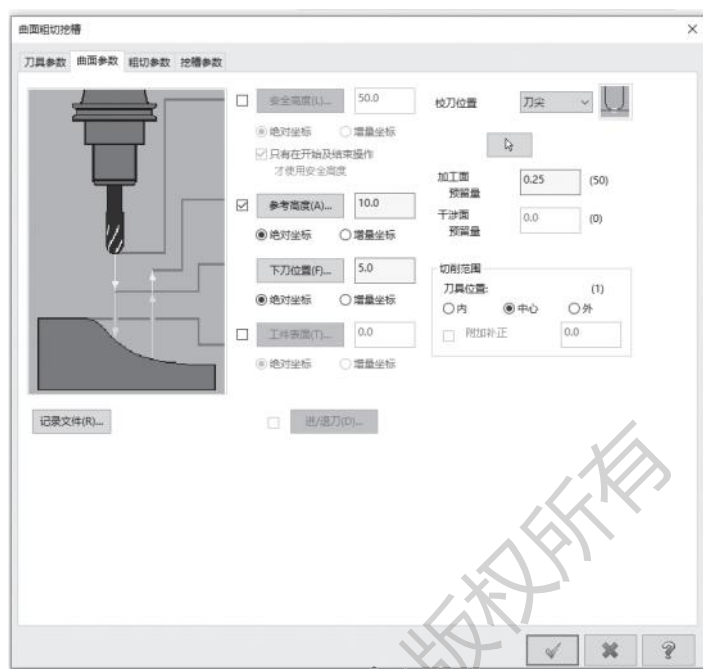

图 4-12 曲面加工参数设置
3) 打开【曲面参数】选项卡，勾选【参考高度】复选框并设置为 10.0mm，【下刀位置】为 5.0mm。勾选所有【绝对坐标】复选项，设置【加工面预留量】为 0.25mm，如图 4-12 所示。